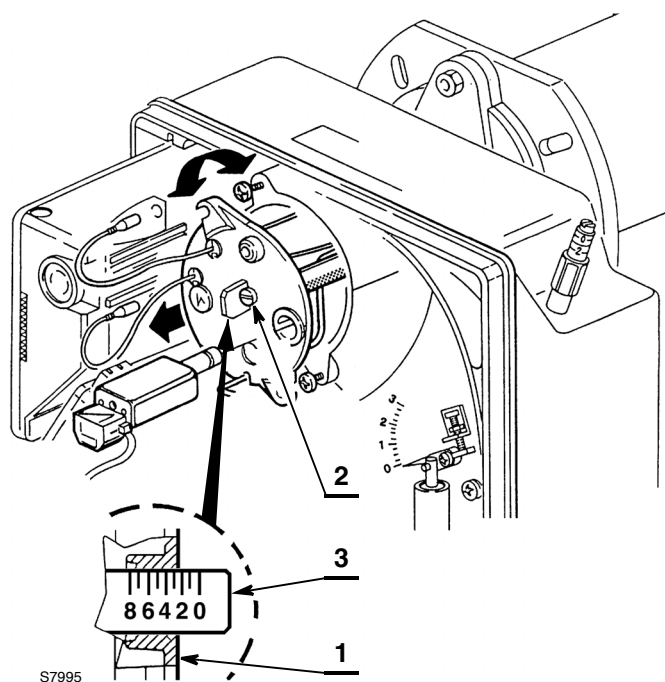

Fig. 19
- Ruotare in senso orario o antiorario la vite di regolazione 2) (Fig. 19) fino a che la tacca incisa sulla staffa di regolazione 3) coincide con il piano esterno del gruppo portaugello 1).